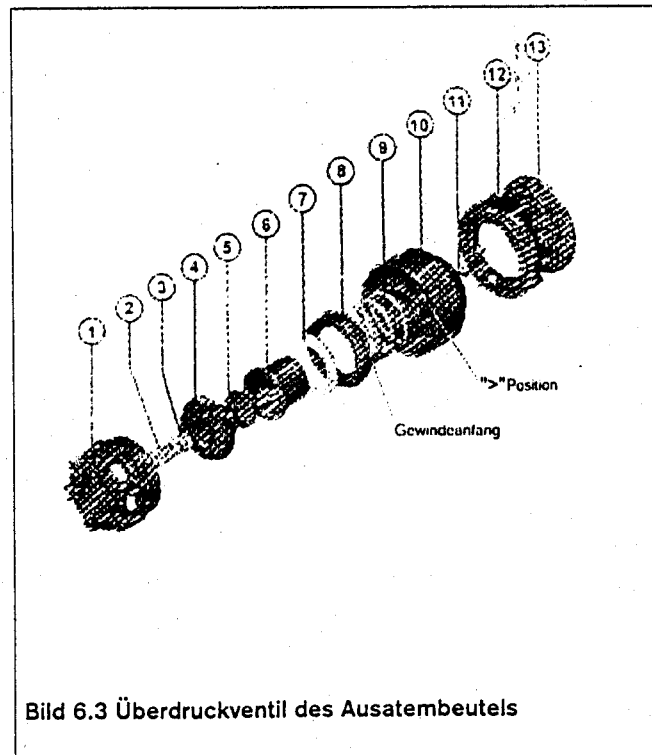
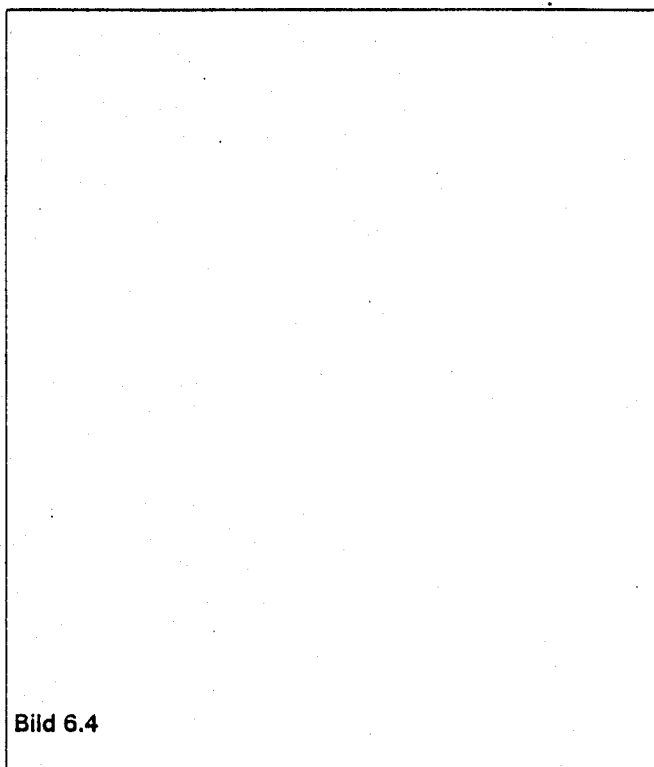

Bild 6.3 Überdruckventil des Ausatembeutels
Bild 6.4
Um den Atembeutel des DrägerRay reparieren zu können, müssen Sie diese vorher aus dem Jacket ausbauen. Dazu gehen sie wie folgt vor (Bild 6.4)
- Die beiden kleinen Reißverschlüsse (Bild 6.4 Pos. 8) an den Schulterstücken öffnen
- Vorsichtig das "Ohr" (7) in den entsprechenden Oberdekenbereich einschieben
- Flaschenspanngurt wieder durch alle Lagen durchschlaufen. Die Schale muß hinterher so sitzen, wie in Bild 6.4 zu sehen. Wie der Gurt durch die Schale des Flaschenspanngurt zu fädeln ist, können sie in Bild 6.3 b sehen
Bei Schäden an der Faltschlaucheinheit (Inflatoren, Mundaufblasvorrichtung, integriertes Ablaßventil) wird die gesamte Faltschlaucheinheit ausgetauscht (Bild 6.3)
- Überdruckventil (Bild 6.4 Pos.5) abschrauben
- Großen Reißverschluß (Bild 6.4 Pos. 1) öffnen
- Den Kalkpatronensicherungsgurt (Bild 6.4 Pos. 9) vollständig ausfädeln. Beachten sie, daß der Gurt eine Durchrutschsicherung in Form einer eingenähten Falte besitzt. Die Falte muß vor dem Rausziehen flach gedrückt werden.